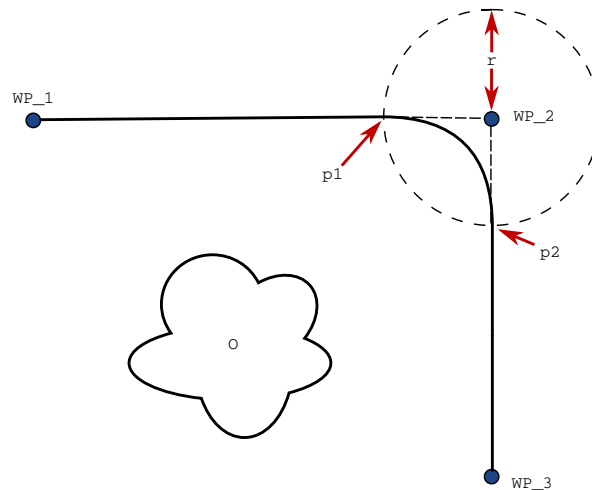

图 15.3: 与半径  $r$  在  $WP_2$  上方交融, 初始交融位置位于  $p1$ , 最后交融位置位于  $p2$ 。0 为障碍物。
**交融参数** 除了路点，还有多个参数将影响交融轨迹（参见图 15.3）：